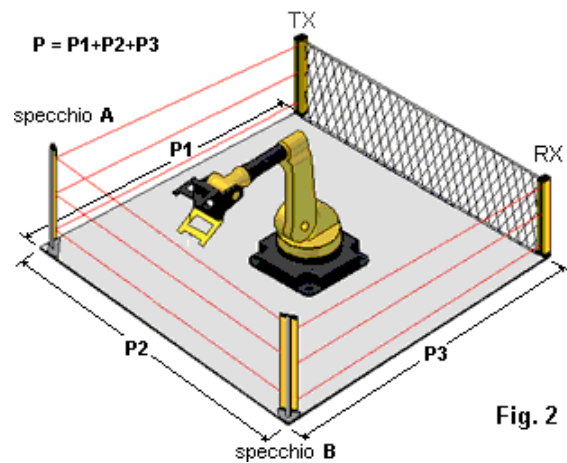

Fig. 2
- protección en “U” cuando la barrera protege 3 lados utilizando 2 espejos como en la fig. 2